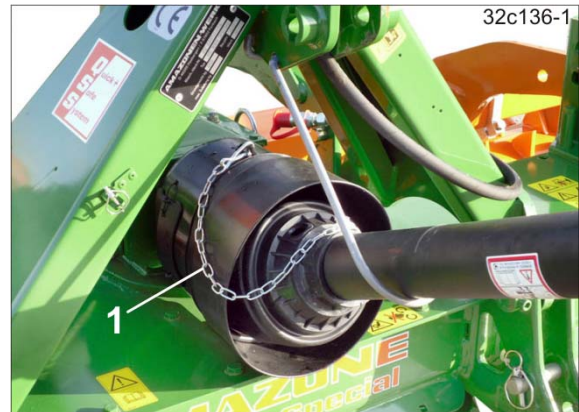

Bild 98
11. Säkra kraftöverföringsaxelns skydd på traktorn och maskinen mot att rotera genom att haka fast fästkedjor (Bild 98/1).